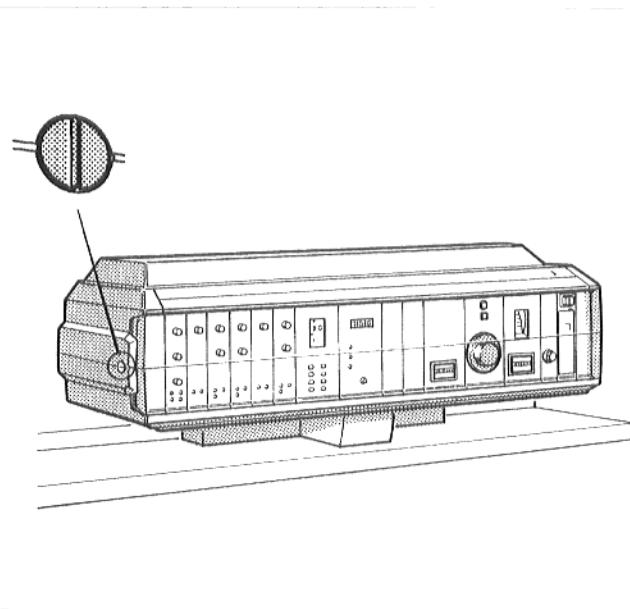

Рис. 18. Произвести монтаж прозрачного покрытия
- Установить щлиц крепежного винта для прозрачного покрытия регулятора в горизонтальное положение, например, при помощи монеты. Вставить прозрачное покрытие с передней стороны и установить щлиц винта в вертикальное положение (рис. 18).